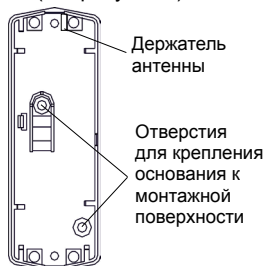

Рисунок 2 – Основание
8.2 Выбрав место установки извещателя, произведите разметку для его крепления. Для разметки может быть использовано основание (см. рисунок 2).
**ВНИМАНИЕ!** Антенна должна быть установлена на держатель (см. рисунок 2). Размещение антенны вне держателя существенно снижает дальность радиосвязи.